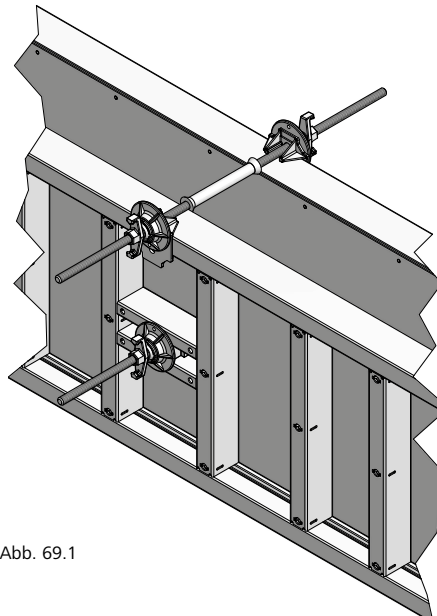
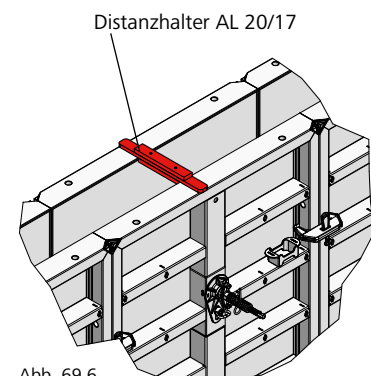

Abb. 69.1
Abb. 69.6
Durch die mittige Ankerstelle kann das Mammut XT-Element problemlos liegend eingesetzt werden (Abb. 69.1 und 69.3). Ggf. ist zur Stabilisierung und zur Einhaltung der Wandstärke im Bereich des oberen Ankers der Distanzhalter (Abb. 69.6) oder ein Dräμβrett einzuplanen. Der Distanzhalter ist für die Wandstärken 20 und 24, sowie 25 und 30 cm verfügbar.
- 2 Gelenkflanshmutter benötigt (Abb. 69.1 bis 69.4).